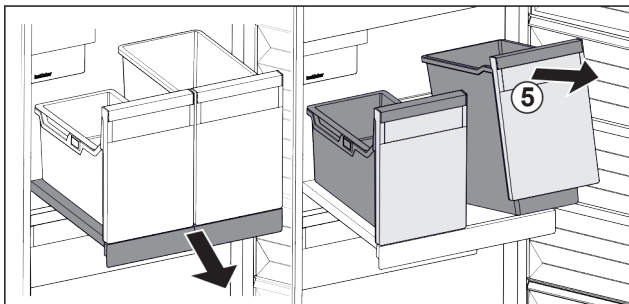

Fig. 169
- Sollevare il contenitore Fig. 169 (5) dal lato anteriore.